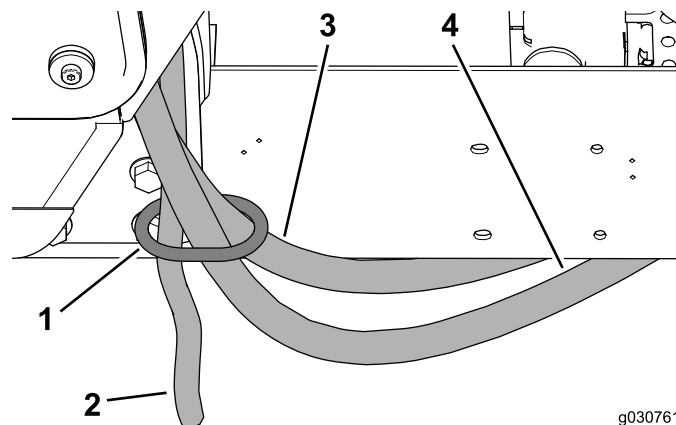

Bild 38
4. Verlegen Sie die Schläuche für die Heizung und den Ablassschlauch durch den Schlauchring an der hinteren Kabinenbefestigung (Bild 38).